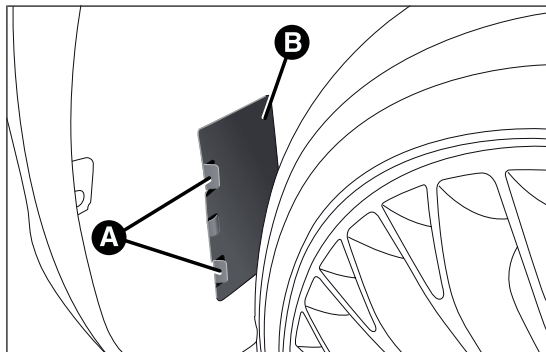

fig. 135
- adjust the tabs A fig. 135 and remove the flap B;